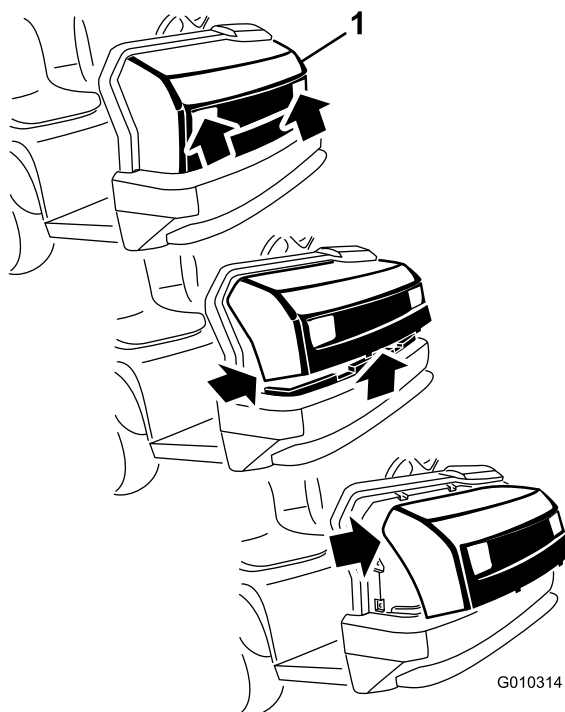

Рисунок 37
1. Удерживая колпак в проемах блок-фар, поднимите его вверх, чтобы вывести нижние монтажные лапки из пазов рамы (Рисунок 37).
2. Наклоните низ колпака вверх настолько, чтобы верхние монтажные лапки можно было извлечь из пазов рамы (Рисунок 37).
3. Наклоните верх капота вперед и отсоедините разъемы проводки от фар (Рисунок 37).